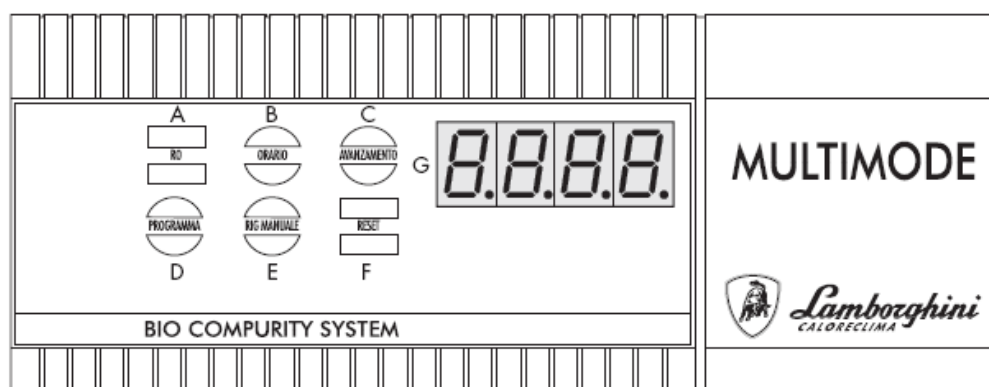

Рис. 3
В первую очередь подключите 12-Вольтовый источник питания к разъему; индикатор (поз. G на рис. 3) выводит три различные функции базовой программы:
- **Дополнительная регенерация:** каждый раз, когда нужно осуществить дополнительную регенерацию в добавление к запрограммированной, необходимо нажать клавишу E «MANUAL REG.». С этого момента блок начнет автоматически выполнять полную регенерацию. Индикатор будет показывать каждую стадию регенерации. Для остановки регенерации необходимо нажать клавишу F «RESET» (см. рис. 3), устройство вернется в рабочее положение.
- **Цикл тестирования:** для ввода цикла тестирования нажмите клавишу E «MANUAL REG.» (см. рис. 3). На индикаторе будут последовательно выводиться следующие данные: